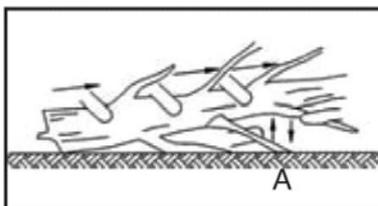

Fig. 3
La diramatura o sramatura consiste nel tagliare i rami da un albero caduto. Non togliere i rami di supporto (A) che si trovano tra suolo e tronco finché il ceppo è tagliato in pezzi della stessa lunghezza (Fig. 3). I rami sotto tensione devono essere tagliati dal basso verso l'alto.